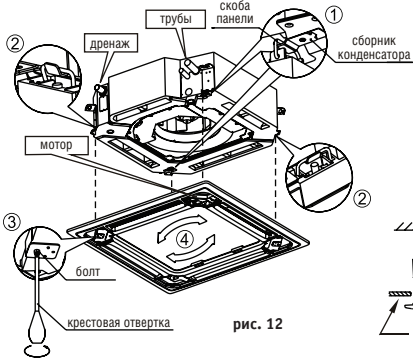

рис. 12
- а) Ориентируйте двигатель, качающий жалюзи кондиционера, с местом подключения трубопровода к внутреннему блоку (рис. 12).